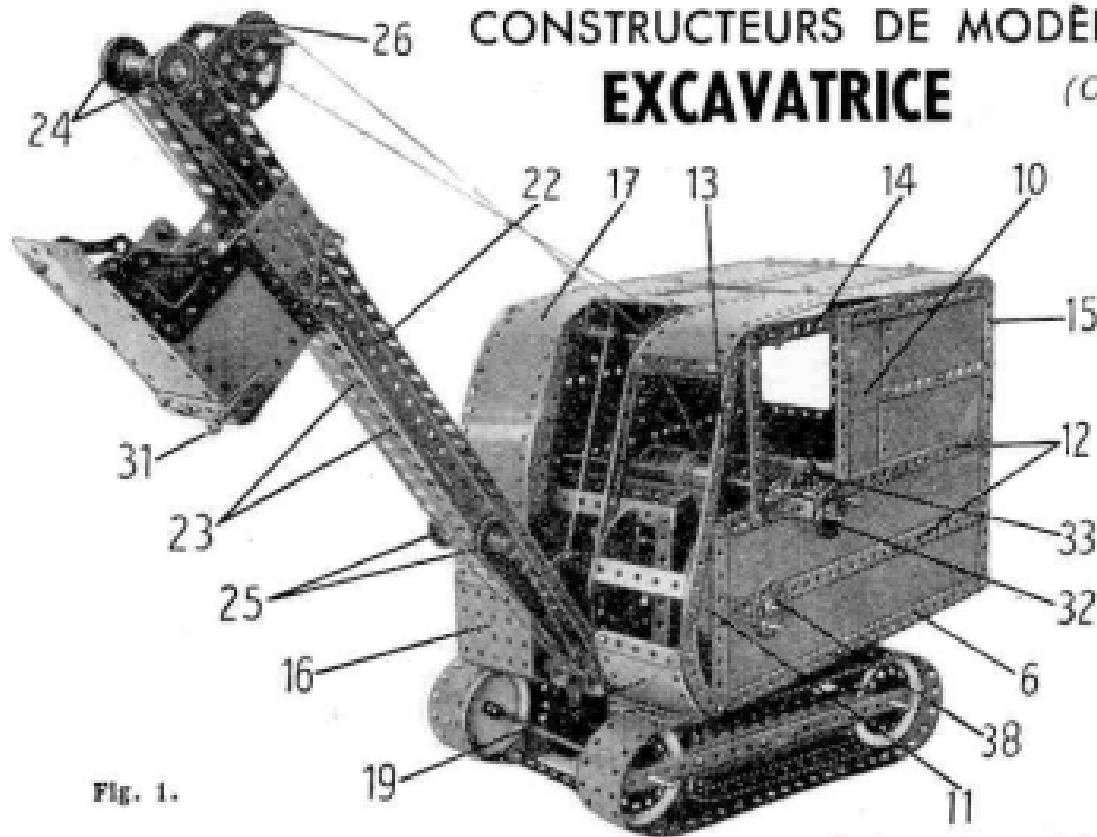

Fig. 1.
Le côté de la cabine qui apparaît sur la figure 1 est constitué par deux plaques-bandes de 25 trous, deux plaques flexibles de 14×6 cm., une moitié de plaque à charnières (10), et une plaque semi-circulaire (11).